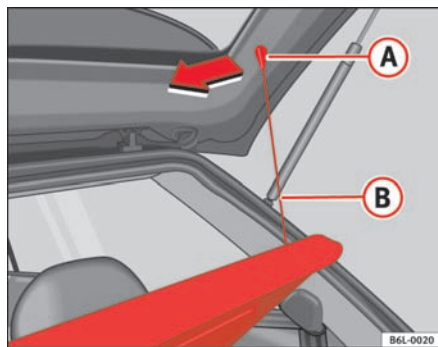

Fig. 87 Bagagerumsafdækning
- Hægt stropperne ⇒ fig. 87 **B** af holderne **A**.